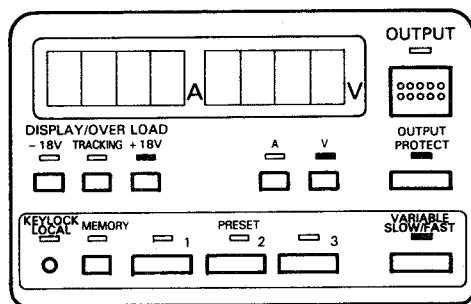

図 11
- 1)図11のようなLEDの点灯および消灯状態にしてください。図ではVARIABLE・キー⑩が~~出力~~設定キーとして選択されています。
- 2)OUTPUTキー⑬を押してOUTPUT（出力）を“ON”状態にします。
- 1)図11のような状態でOUTPUT PROTECT・キーを押し、LEDを消灯させます。